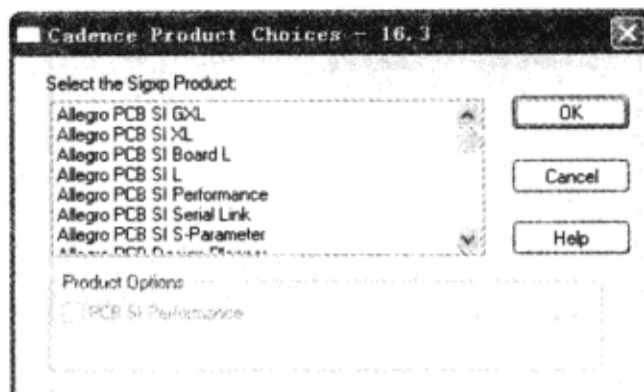

图 3-9-1 “Cadence Product Choices-16.3”对话框
(1) 在程序文件夹中单击“SigXplorer”图标，弹出如图 3-9-1 所示的“Cadence Product Choices-16.3”对话框。